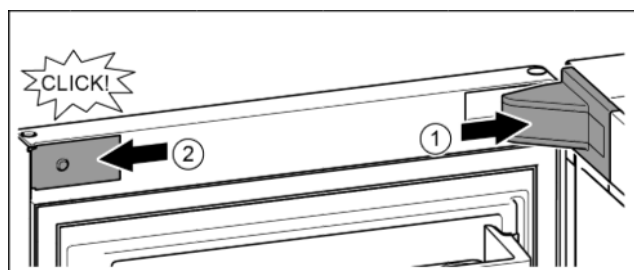

Fig. 17
- ▶ Lagerbockabdeckung aufsetzen und einrasten, ggf. vorsichtig auseinanderdrücken. Fig. 17 (1)
- ▶ Blende seitlich ansetzen und einrasten. Fig. 17 (2)